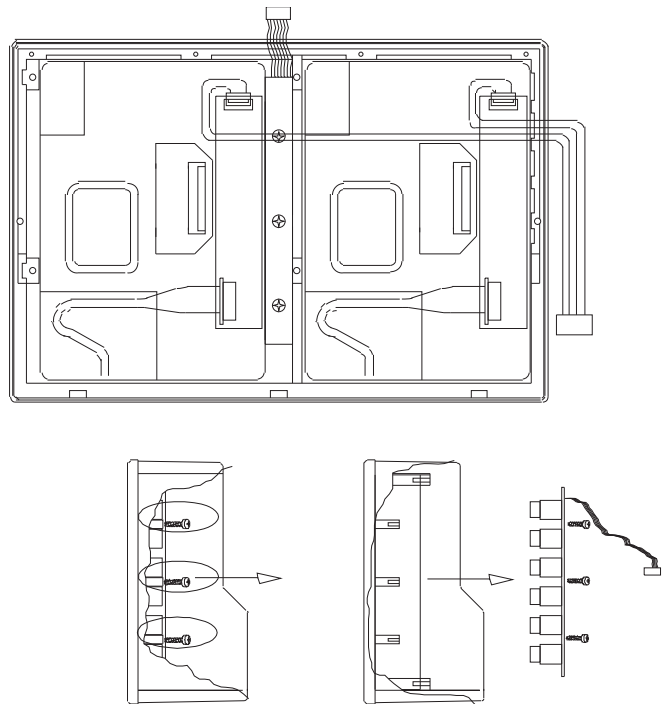

Bild 4-7: Entfernen des Tastenprints
9. Lösen Sie die Befestigungsschrauben des Tastenprints und entfernen Sie die Printplatte aus dem Gerät. (Bild 4-7)